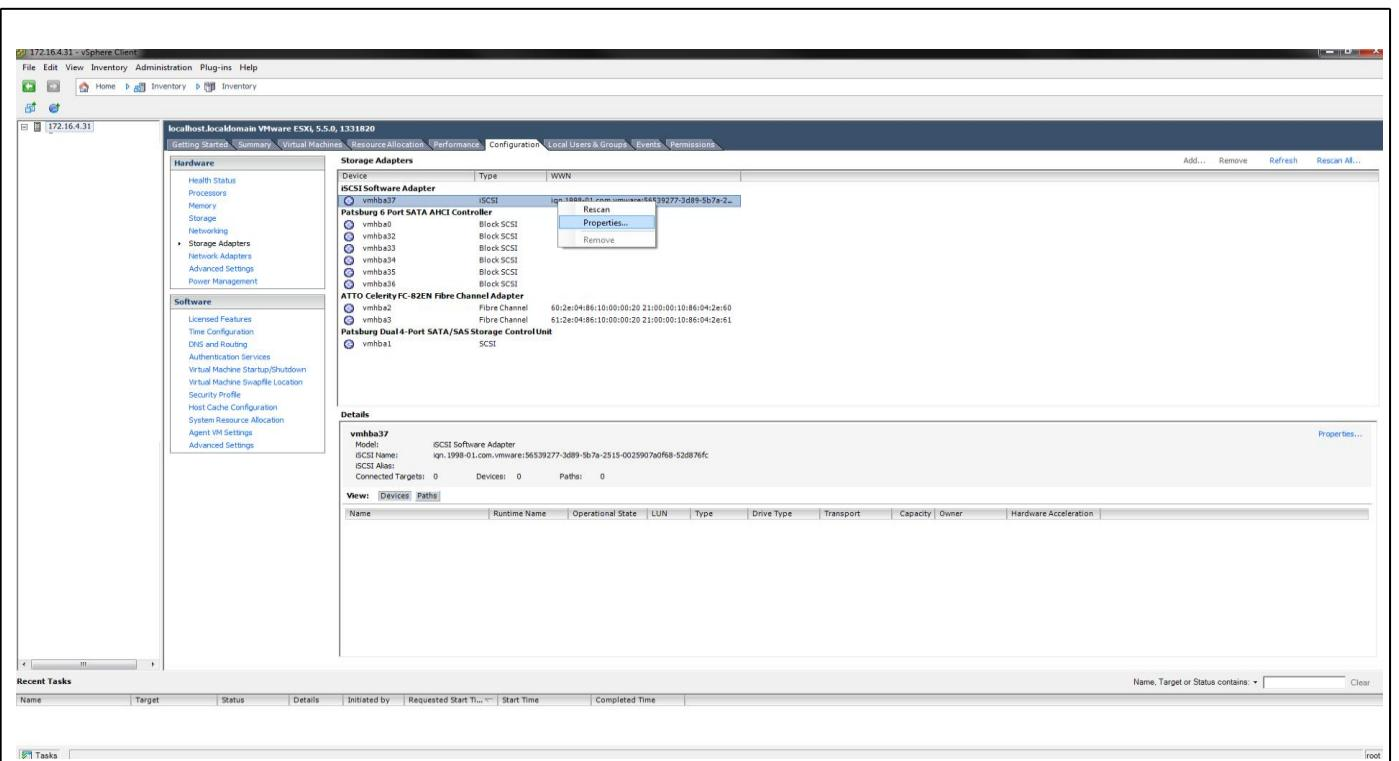
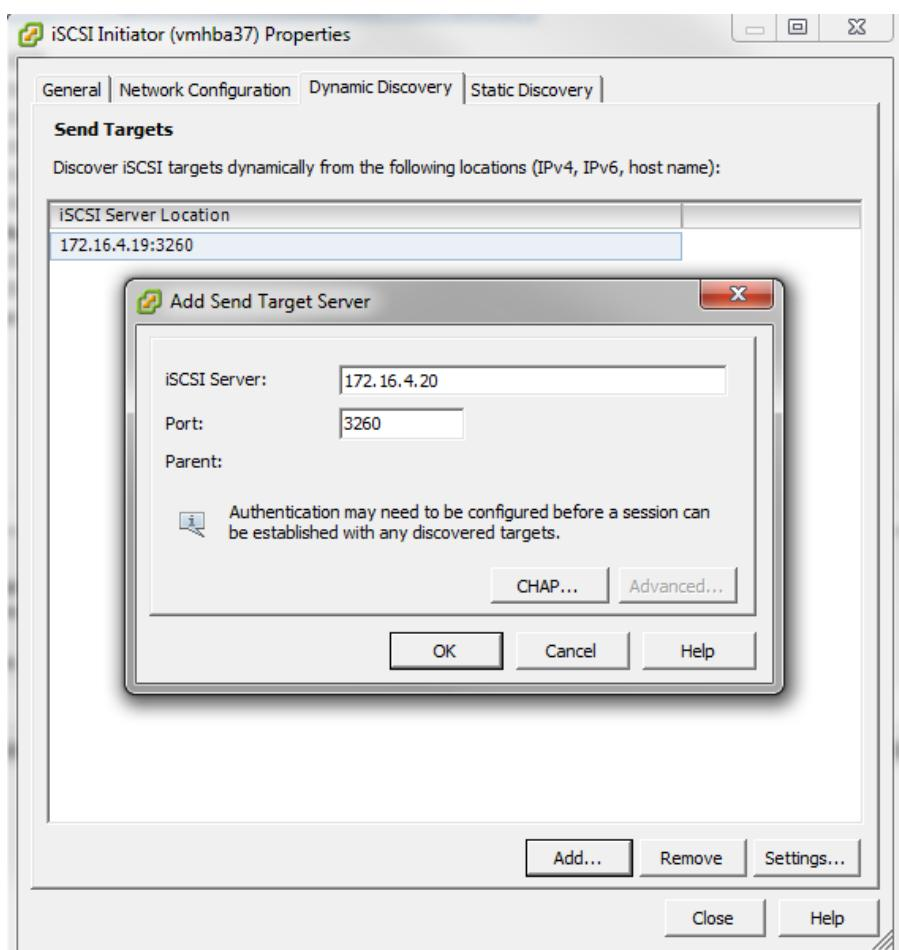

Рисунок 113 – Настройка доступа по протоколу iSCSI в VMware ESXi
Рисунок 114 – Подключение к iSCSI Targets в VMware ESXi.
- 1) Элемент ненумерованного списка перейти на вкладку «Configuration» → «Storage Adapters» → «iSCSI Software Adapters» (см. Рисунок 113, Рисунок 114).